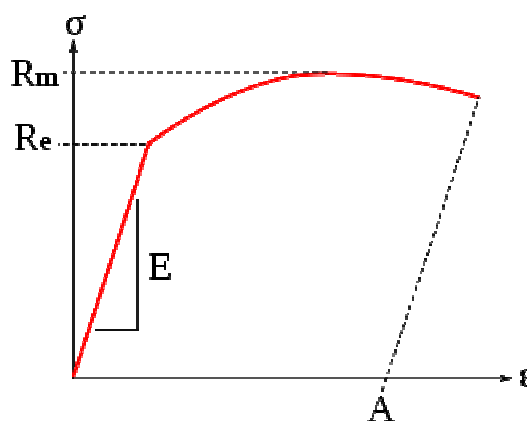

Figure 2
**Q5)** Que représente «  $R_e$  » et de «  $R_m$  » sur la figure 2 ? Donner une définition de ces valeurs.
- Que représente  $E$  (figure 2) ?